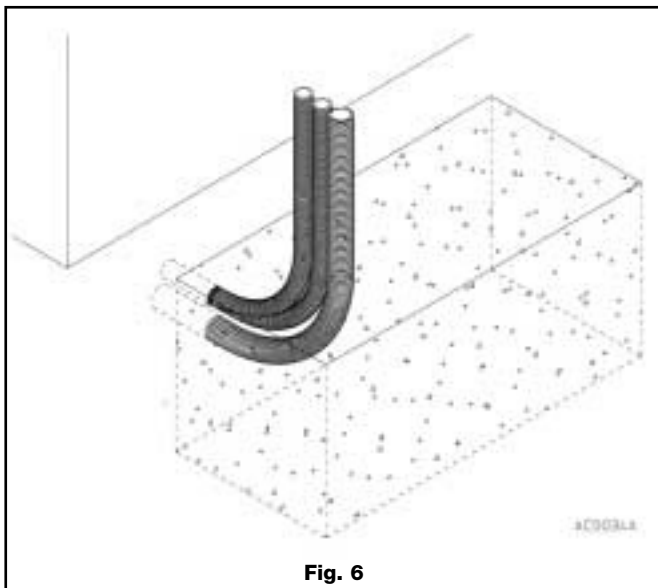

Fig. 6
- Placer les fourreaux des câbles électriques dans l'excavation, en les laissant dépasser de 30/40 cm au-dessus du sol fini prévu (fig. 6); les boucher afin d'éviter qu'ils se remplissent de déchets.
- Préparer le ciment et le couler dans l'excavation en respectant les valeurs spécifiées à la fig. 6.